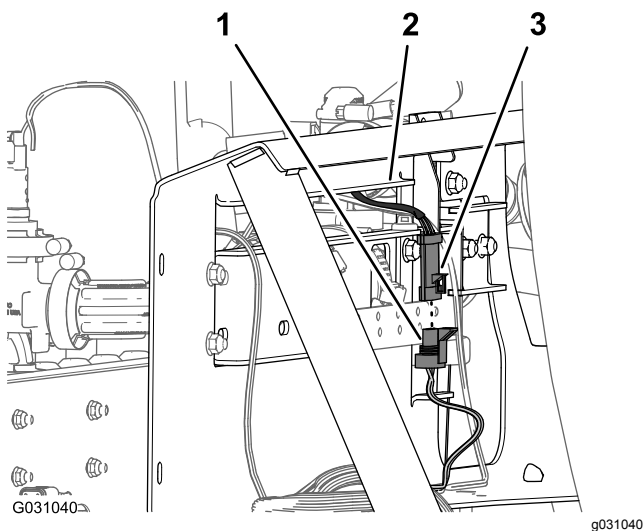

Figura 130
6. Ligue o conector de três pinos para a cablagem da válvula de agitação no conector de três tomadas da secção com 203 cm da cablagem identificado **Válvula de agitação** (Agitation Valve) (Figura 130).